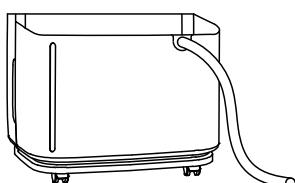

Рис. 4
- **Б. Непрерывный слив (Рис. 4).** Для слива конденсата подсоедините дренажный шланг к отверстию в верхней части бака и организуйте отвод воды в специальную емкость либо в канализационное отверстие.